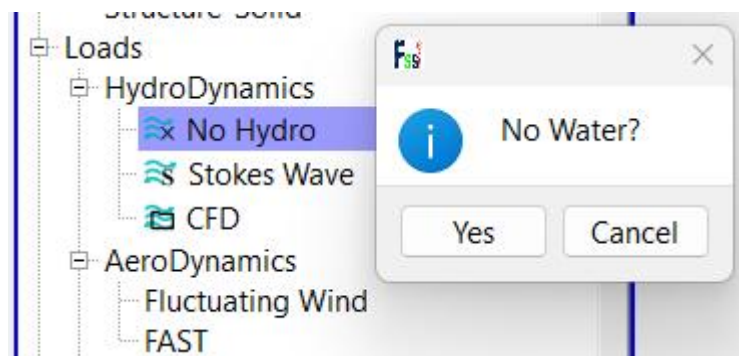

图 2.20 Step2 流固耦合方式设置界面
Step2 的水动力边界设置同 Step1，点击 FssiCAS—Preprocess—Load—Hydrodynamics—No Hydro—Yes。如图 2.20 所示。